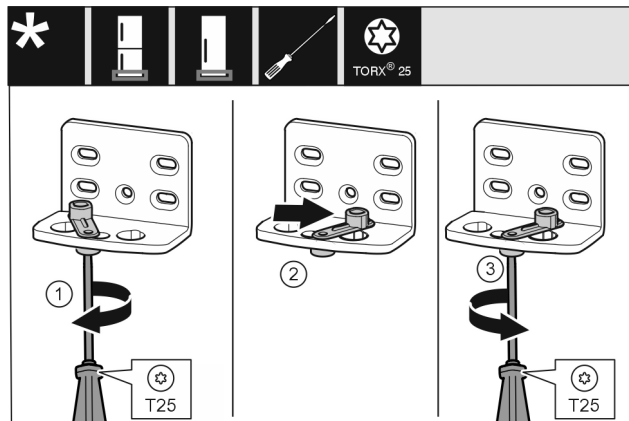

Fig. 18 *
- ▶ Lazán tekerje be a csavart Fig. 18 (1) csavarhúzóval.*
- ▶ Emelje meg az ajtó záródását segítő egységet Fig. 18 (2), és 90°-kal jobbra forgatva tekerje be a furatba.*
- ▶ Húzza meg a csavart Fig. 18 (3) csavarhúzóval.*